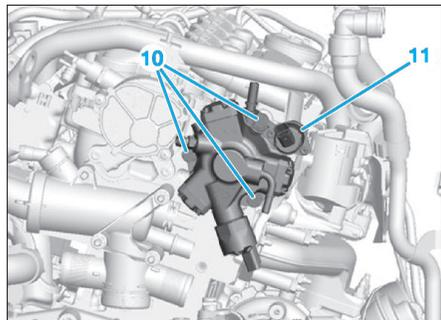

Fig. 29
- Déposer la conduite haute pression (9).
- Déposer (Fig.29) :
- les vis (10),
- la pompe haute pression carburant (11).